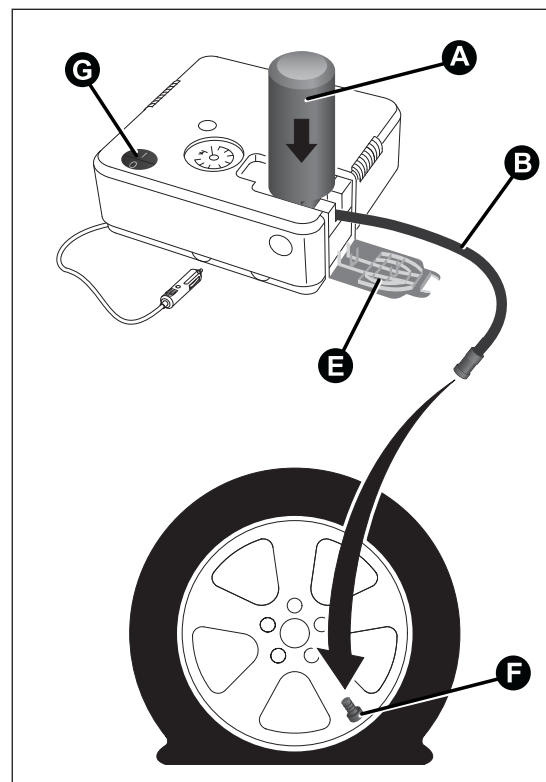

РИС. 121
- найти трубку для заполнения В РИС. 121, которая уже подсоединена к баллончику А;